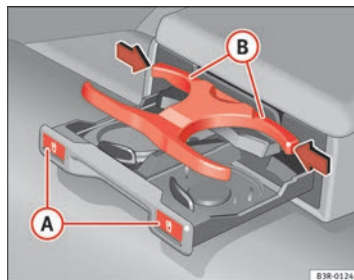

Fig. 132 Portabebidas en el reposabrazos trasero
- Pulse sobre el símbolo  **A** ⇒ fig. 132.